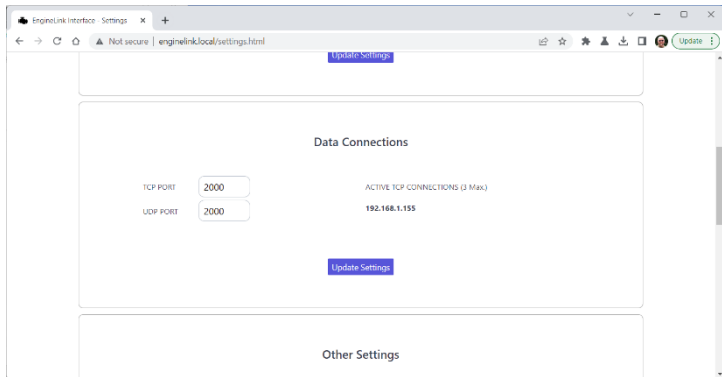

Figure 13
- Réglage des ports - le numéro de port (par défaut = 2000) qu'EngineLink utilise pour les connexions UDP et TCP (Fig 13).
Il n'y a normalement aucune raison de modifier les paramètres du port par rapport à la valeur par défaut de 2000, à moins que ce port ne soit utilisé par un autre appareil, auquel cas vous pouvez modifier la valeur comme indiqué à la figure 13.